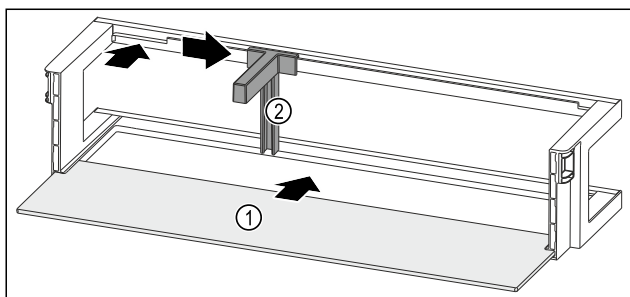

Fig. 53 Balconcino controporta con ripiano
- Inserire il ripiano Fig. 53 (1) negli incavi laterali.
- Inserire il portabottiglie Fig. 53 (2) nell'incavo.
- Far scorrere il portabottiglie Fig. 53 (2) lateralmente alla posizione desiderata.